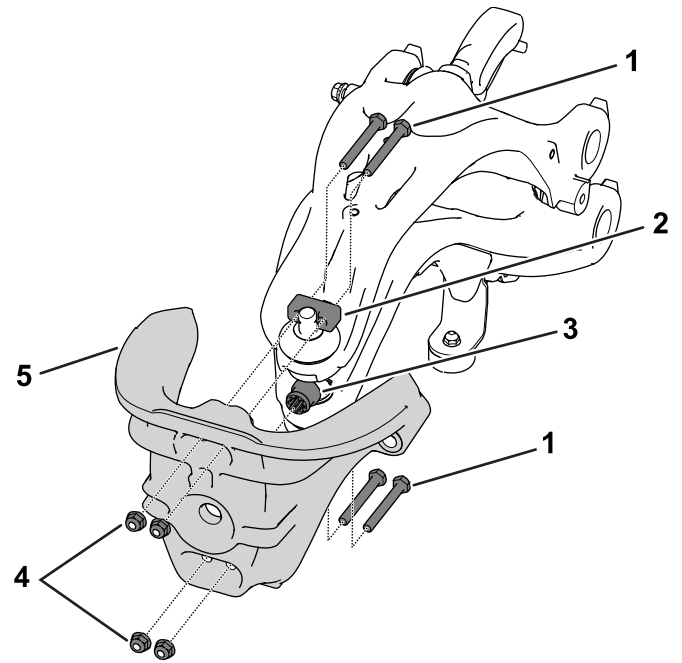

Bild 3
3. Entfernen Sie die Sechskantschrauben (5/16" x 2 1/2"), Muttern (5/16") und Klemmen, mit denen der Lenkkopf an der Federung befestigt ist (Bild 3).
4. Nehmen Sie die Kunststofftülle vom Lenkkopf ab (Bild 3).
6. Befestigen Sie den Lenkkopf an der Federung mit den in Schritt 3 entfernten Befestigungsmitteln (Bild 3).